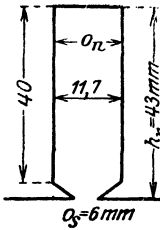

Abb. 252. Ständerblechnut zu Aufgabe 323.
$$h_n = \frac{504}{11,7} = 43 \text{ mm (Abb. 252)}^1. \quad (148)$$